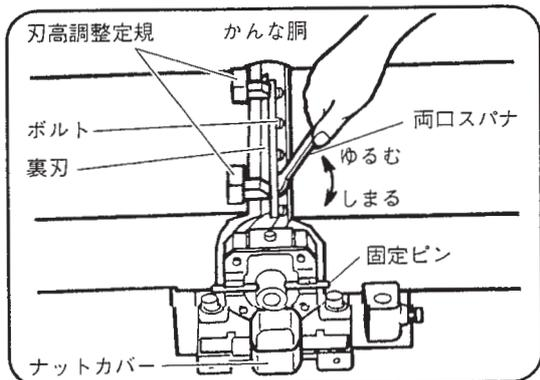

図 24
- (3) かなな刃を入れたら図 24 のように、付属の刃高調整定規を手押テーブル（後定盤）へ取付けます。